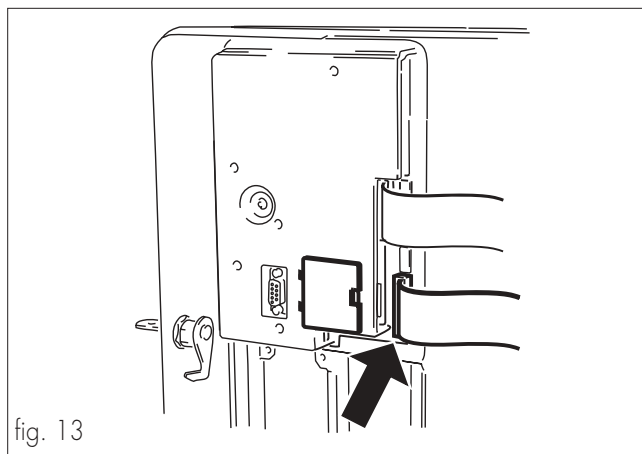
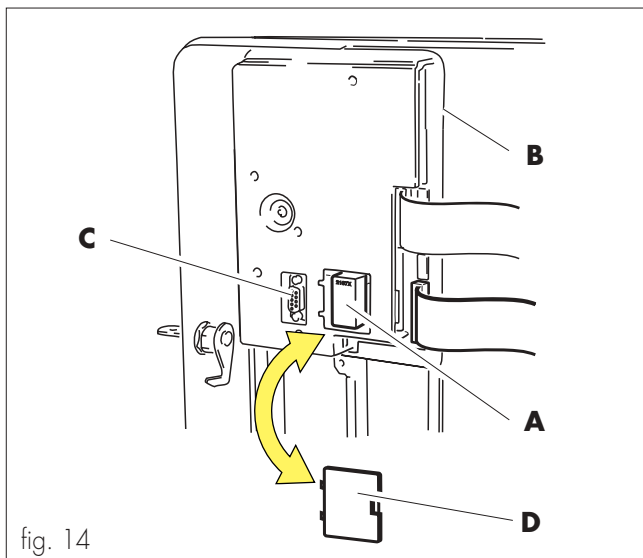

fig. 13
fig. 14
- Conectar el flat cable a la tarjeta electrónica (fig. 13).
- abrir la puerta del distribuidor (ref. 29, fig. 1) y extraer la tapa (ref. D, fig. 14);
- introducir el módulo (ref. A, fig. 14) en el conector de la tarjeta electrónica.
El módulo (ref. A, fig. 13) estará correctamente introducido cuando la muesca de referencia se halle en la parte inferior (fig. 14).
- Volver a montar la tapa (ref. D, fig. 14)
Al lado del conector para el "módulo reloj" se halla instalado un puerto serie (ref. C, fig. 14).